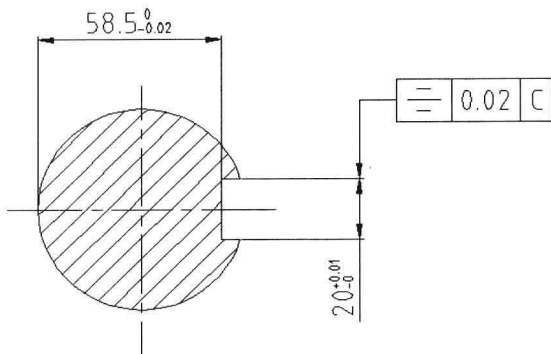

图 7-6-6
(7) 单击“确定”按钮, 形位公差标注如图7-6-6所示。